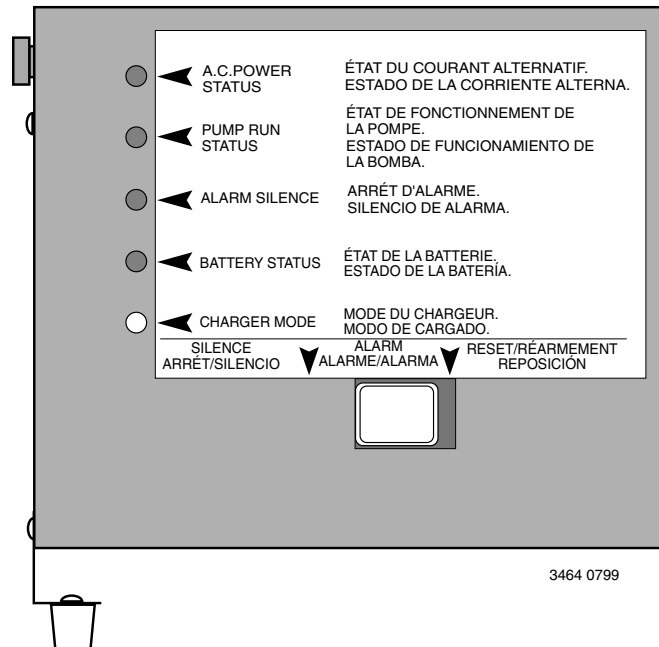

Figure 12 – Panneau à DEL du MBSP-PLUS-18T
3. Le chargeur étant correctement branché sur la batterie et dans une prise de courant, le panneau à l'avant du chargeur indiquera une ou plusieurs des conditions suivantes. (Se reporter à la Figure 12.)